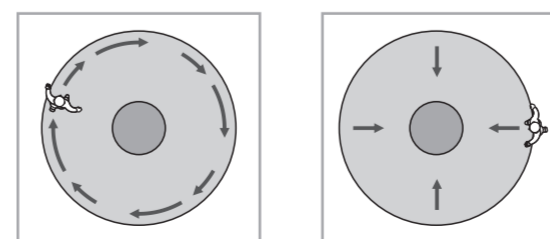

Рис. 19
- 5.3.4 Пройдите снаружи поперек или по направлению к области обнаружения, пока светодиод и нагрузка не включатся на 2 с (см. рис. 19).